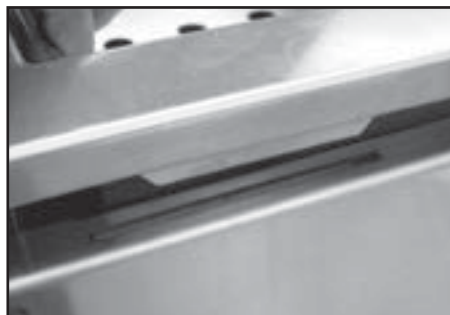

Fig. 12
3. Positionnez les languettes sur le support latéral pour rentrer dans les fentes sur le chariot (faites attention aux points de pincement) (Fig. 12 -13). Une fois terminé, la pièce d'appui doit affleurer le haut du chariot (sans appui) (Fig. 14).